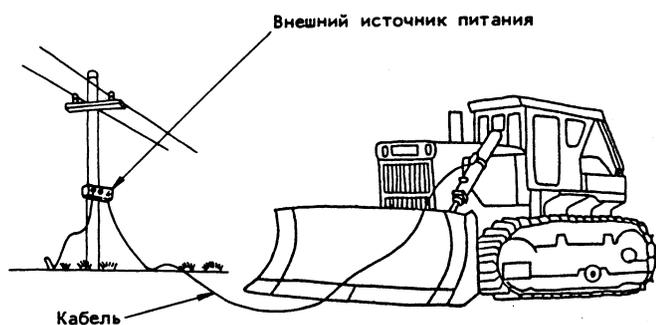

Рис. 7
1. Как показано на рис. 7, подключить один конец кабеля питания к электроустановке, а другой конец к соединительному блоку машины.